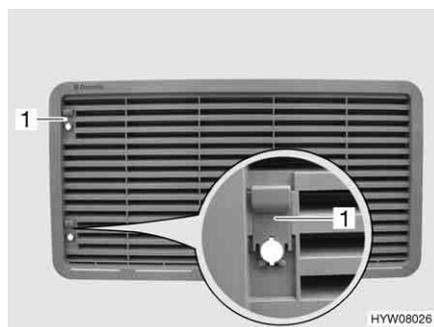

Fig. 167 Grille d'aération du réfrigérateur (avec curseur)
- Pousser le curseur (Fig. 167,1) vers le haut.